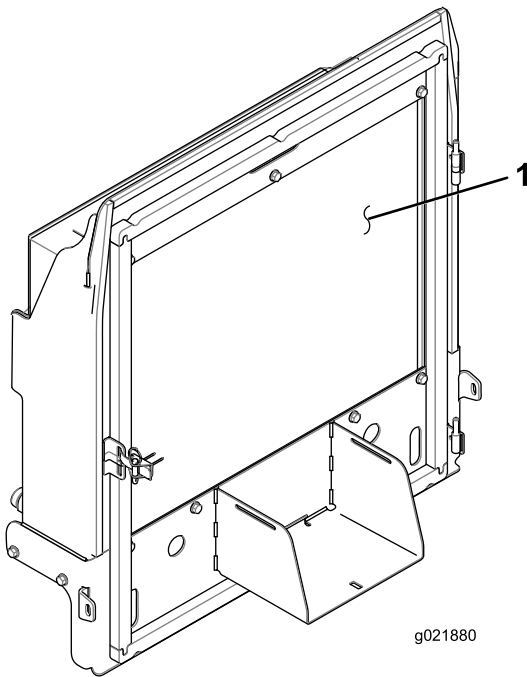

Figura 142
8. Limpie a fondo ambos lados del enfriador de aceite y del radiador (Figura 142) con aire comprimido.